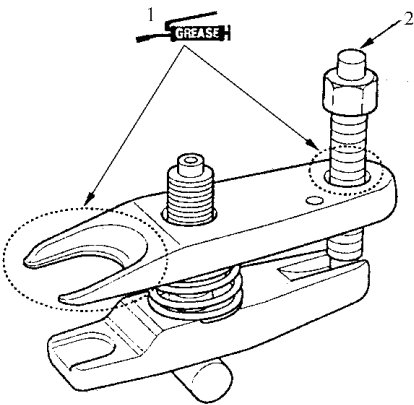

图 6-12 专用工具润滑区域
2) 在如图 6-12 所示的区域，给专用工具涂上润滑脂。这样使装置容易安装，而且能避免损伤压紧螺栓的螺纹。